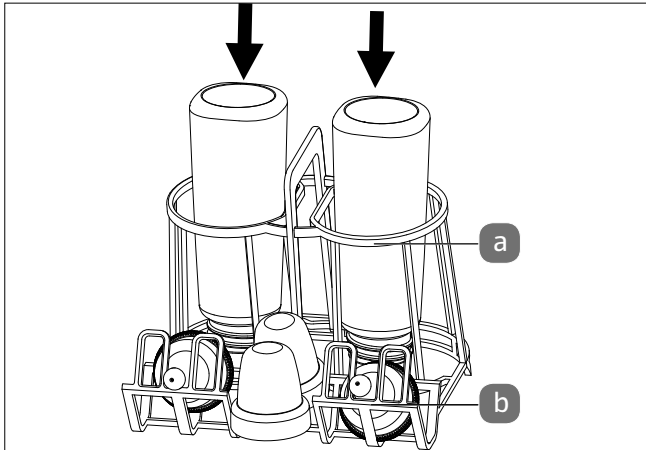

Fig. 21 – Uso del soporte para biberones
Para limpiar biberones, coloque el soporte para biberones (8) en la cesta para vajilla y deposite las botellas con el orificio hacia abajo en la abertura de la cesta (a) (véase Fig. 21).